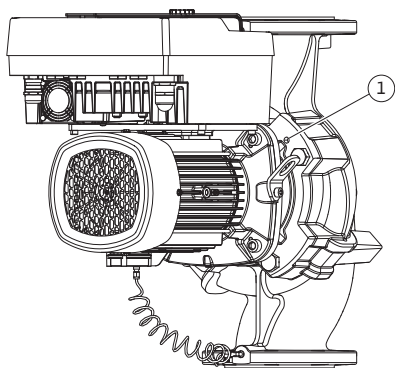

Fig. 11: Borttryckning av instickssatsen via gänghålen (beroende på pumptyp)
5. Lossa instickssatsen (se Fig. 4) från pumphuset. Beroende på pumptyp (se Fig. I ... III) finns det olika tillvägagångssätt: På pumptyp Fig. I skall skruvarna på pos. 29 lossas. Tryck bort instickssatsen från pumphuset. På pumptyperna Fig. II och Fig. III skall de två gänghålen (Fig. 11, pos. 1) användas. Använd därmed lämpliga skruvar som tillhandahålls på plats (t.ex. M10 x 25 mm).
5. Tryck bort instickssatsen (se Fig. 4) från pumphuset. Använd de två gänghål (se Fig. 11) för detta. Skruva in M10-skruvar av lämplig längd i gänghål för att lossa fästet.
7. Lossa de två festsittande skruvarna på skyddsplattan (Fig. II, pos. 27) och ta bort skyddsplattan.
8. För in en blocknyckel med nyckelvidd på 27 mm i lanternans öppning och håll fast axeln mot nyckelytorna (Fig. II, pos. 16). Skruva ur pumphjulsmuttern (Fig. II, pos. 22). Lossa pumphjulet (Fig. II, pos. 21) från axeln med en avdragare.
9. Lossa differenstrycksgivarens hållplatta (Fig. I, pos. 13) från motorflänsen genom att lossa skruven (Fig. II, pos. 10). Låt differenstrycksgivaren (Fig. I, pos. 8) med hållplatta (Fig. I, pos. 13) hänga på tryckmätningssledningarna (Fig. I, pos. 7). Koppla vid behov från differenstrycksgivarens anslutningskabel i elektronikmodulen.
10. Lossa skruvarna (Fig. II, pos. 10 och pos. 10a).
11. Lossa lanternan från motorcentreringen med en tvåarmsavdragare (universalavdragare) och dra bort den från axeln. Den mekaniska tätningen (Fig. I, pos. 25) tas bort samtidigt. Se till att lanternan inte hamnar snett.
12. Om den mekaniska tätningen har skadats trycker du ut motringen (Fig. I, pos. 26) ur fästet i lanternan. Placera en ny motring i lanternan.